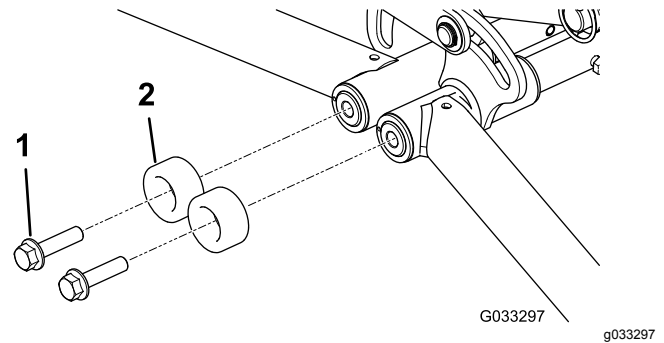

Bild 20
2. Entfernen Sie die vorhandenen Bundkopfschrauben und die runden Stoßstangen (**Bild 20**).